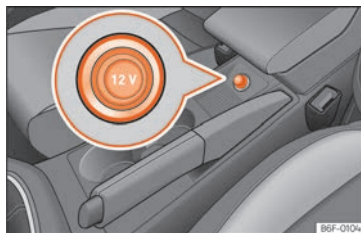

Abb. 121 Steckdose vorne.
- Ziehen Sie den Stecker in der Mittelkonsole aus der Steckdose heraus »» **Abb. 121.**